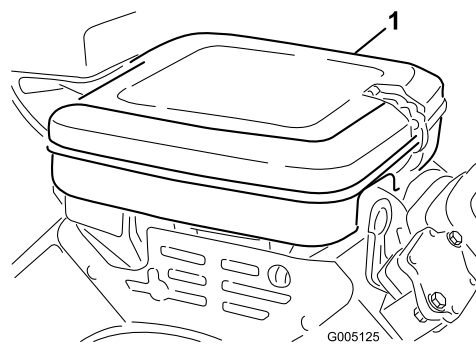

Figura 32
1. Solte os dispositivos de bloqueio e retire a cobertura do filtro do ar (Figura 32). Limpe bem a cobertura.